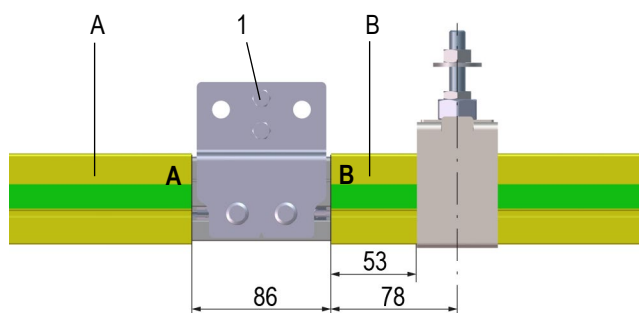

Abb. 29: Schienenverbinder PE und Isolierprofile montieren
- Teilstück A, einen Schienenverbinder PE (1) und Teilstück B auf das Aluminiumprofil aufschieben und ausrichten. Die Abstände wie in Abb. 29 angegeben einhalten.